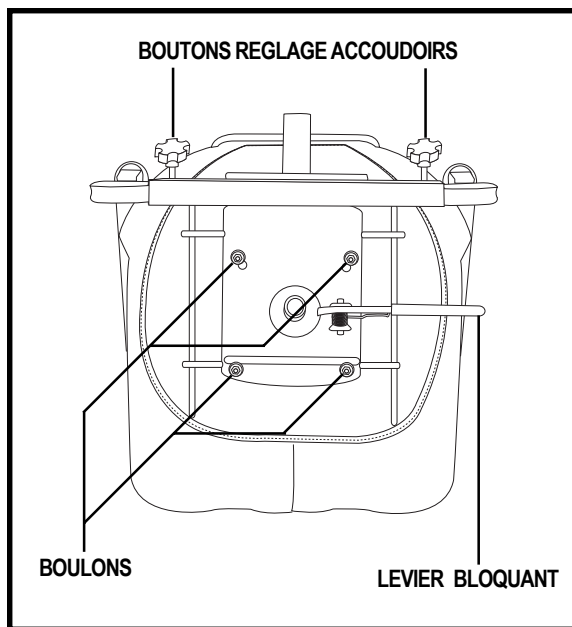

Figure 11. Réglages du siège
1. Pesez sur le levier pour débloquer le siège. Voir la figure 11.
1. Desserrez les boutons derrière le dossier du fauteuil. Voir la figure 11.
Vous pouvez repositionner le siège du Revo vers un des trois réglages pré-établis pour approcher ou éloigner. Voir la figure 11.
2. Retirez les quatre boulons qui attachent le siège à la base. Voir la figure 11.